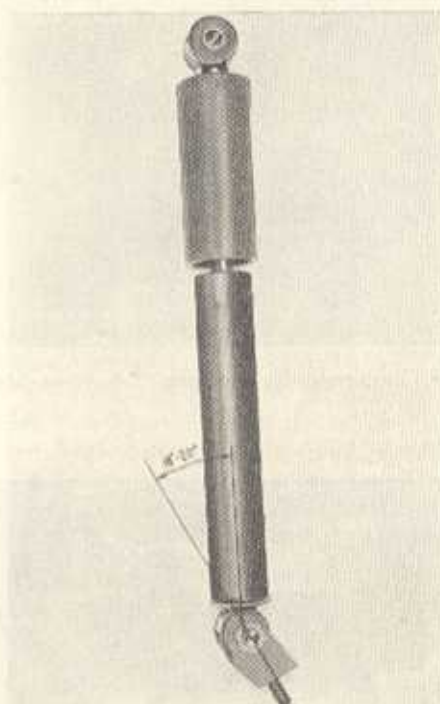

Bild F 53. Anbau des Stoßdämpferhalters an den vorderen Teleskopstoßdämpfer
2. Stoßdämpferhalter am unteren Befestigungsauge des Stoßdämpfers anschrauben. Dabei ist darauf zu achten, daß die Befestigungsschraube des Stoßdämpferhalters unter 18...20° steht (Bild F 53).